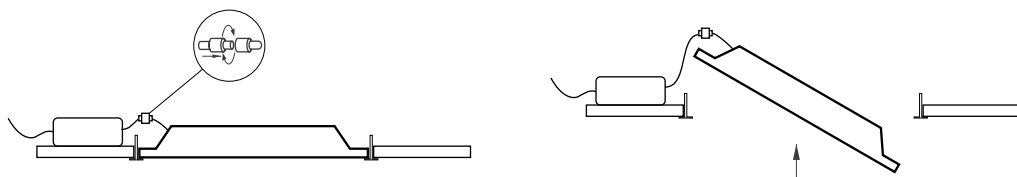

Рис. 2. Установка и подключение светильника
- 3.5. Установите светильник и блок питания в ячейку Т-профиля «Армстронг», как показано на рис. 2. Не размещайте блок питания на задней поверхности светильника. Разместите его на соседней декоративной панели. Это снизит нагрев и продлит ресурс светильника.